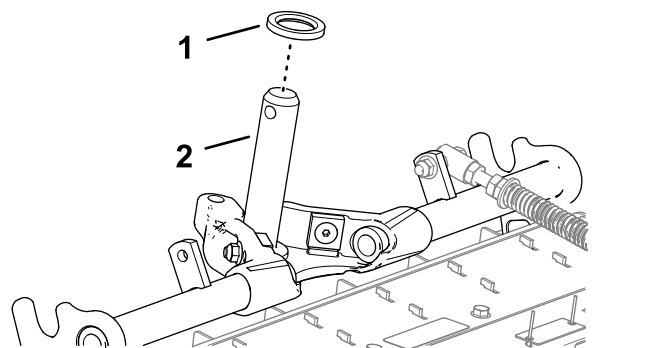

Рисунок 13
1. Убедитесь, что на ось несущей рамы установлена потайная упорная шайба (Рисунок 13).